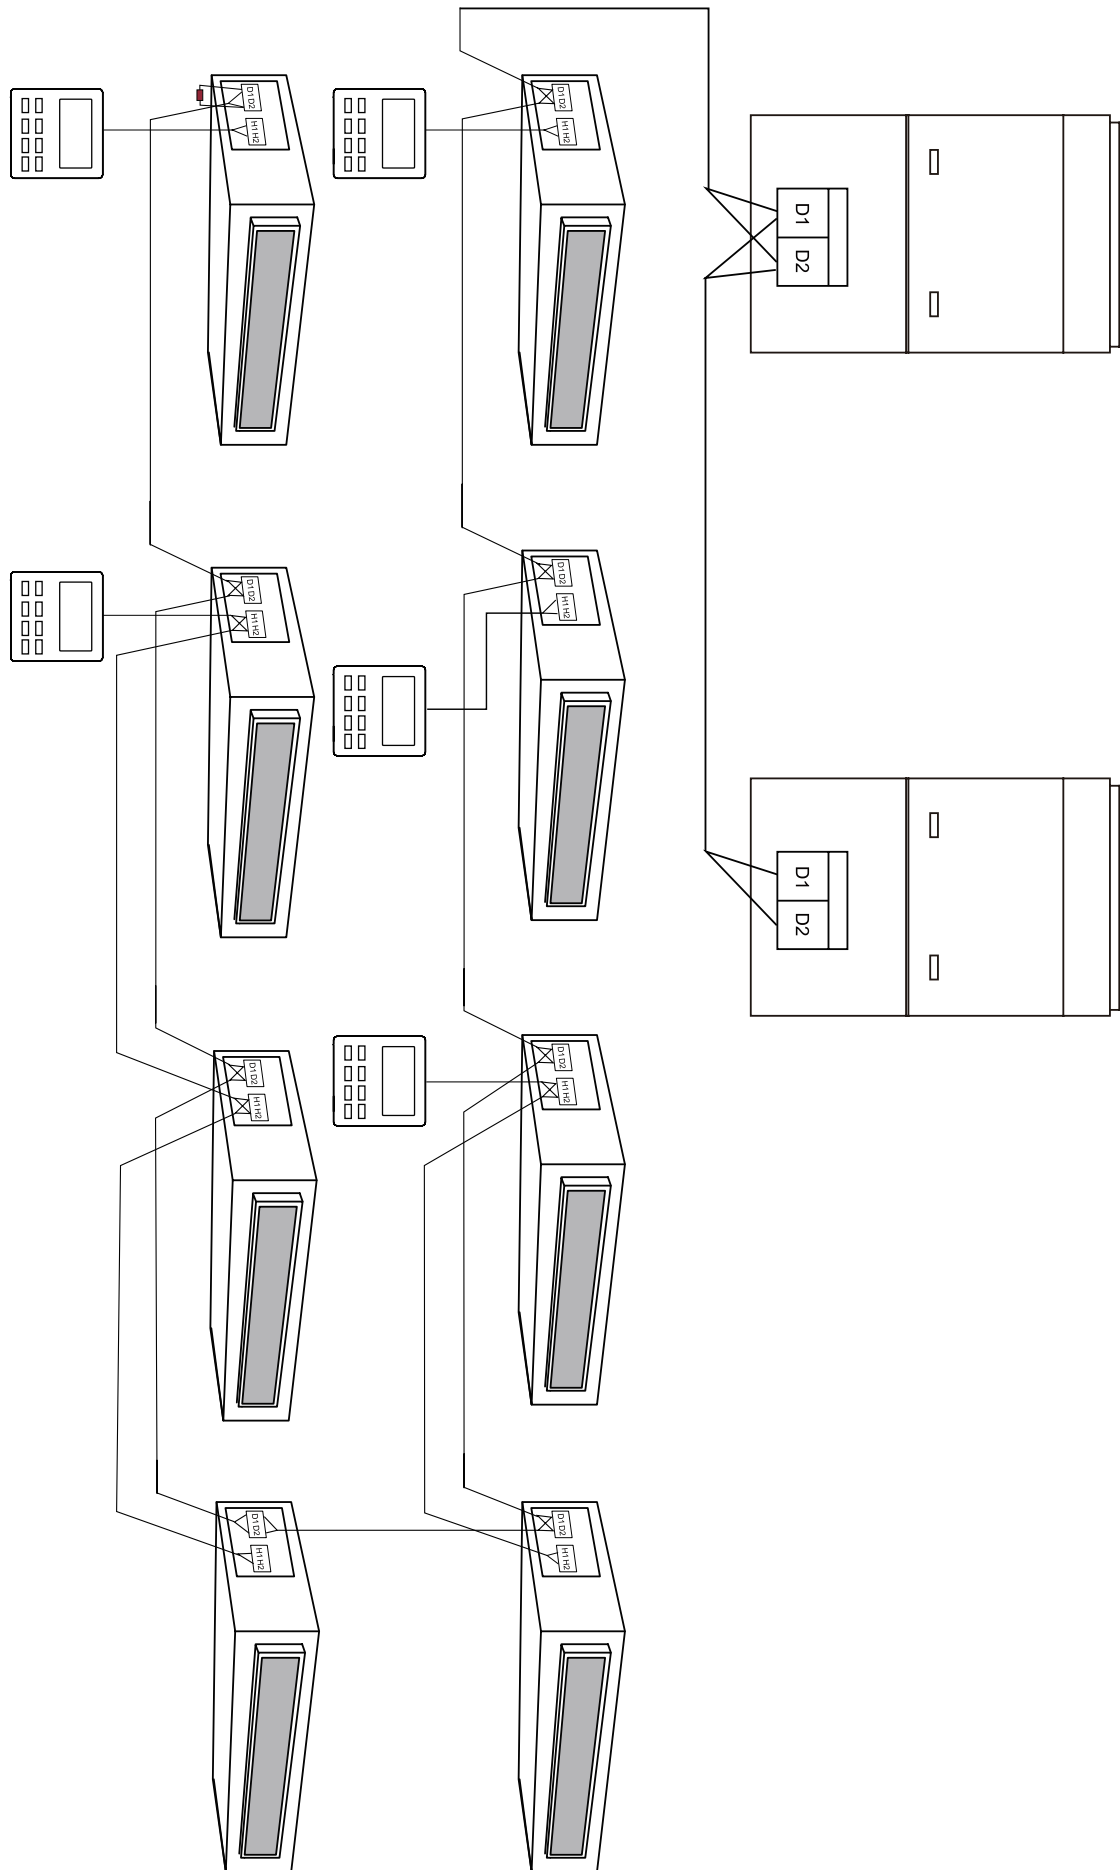

Fig 5.5
- (1) El cable de comunicación entre la unidad interior y la unidad exterior (u otra unidad interior) se conecta a D1, D2.
- (2) El controlador por cable se conecta a H1, H2.
- (3) Una unidad interior puede conectarse a dos controladores por cable, de los cuales uno debe hacer de maestro y otro de esclavo.
- (4) Un controlador por cable puede controlar, como máximo, 16 unidades interiores simultáneamente. (Véase la fig. 5.5)